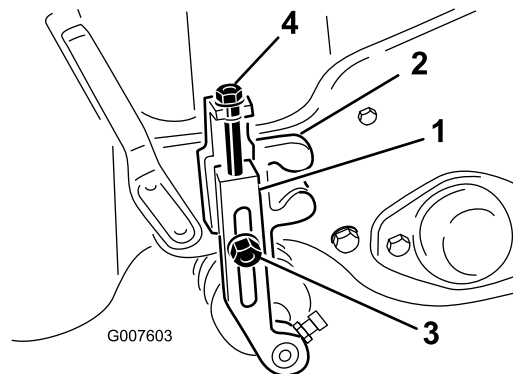

Рисунок 54
2. Ослабьте контргайки, которые крепят рычаги регулировки высоты скашивания к кронштейнам высоты скашивания (Рисунок 54).